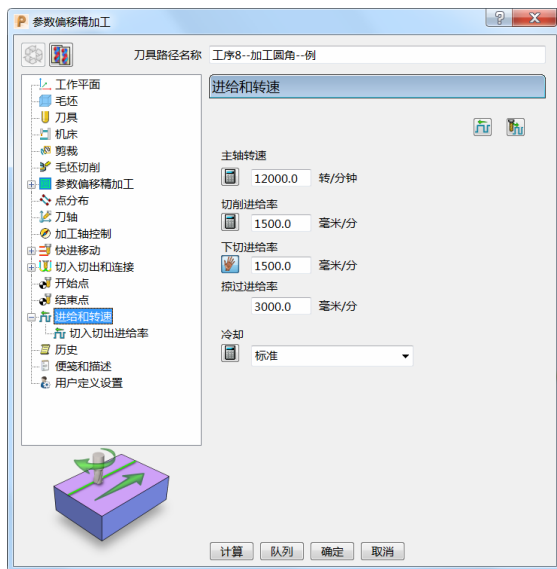
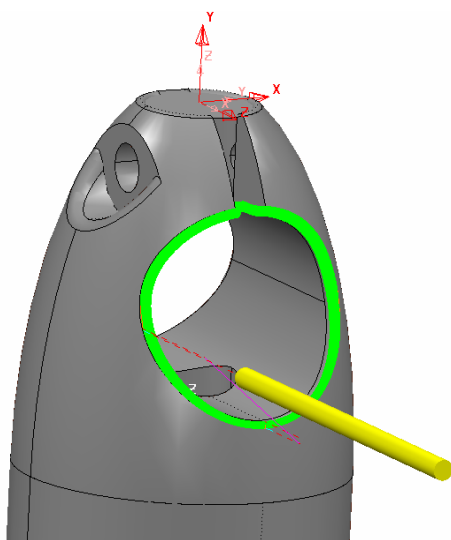

图 5-64
图 5-65
9) 进给和转速: 设定主轴转速 12000.0r/min、切削进给率 1500.0mm/min、下切进给率 1500.0mm/min、掠过进给率 3000.0mm/min, 标准冷却。(图 5-64)
10) 单击图 5-64 中的“计算”按钮, 刀具路径如图 5-65 所示。